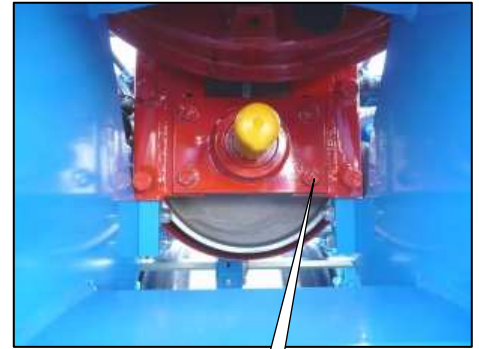

Fig. 3
Voor de minimale lengte (fig. 2) een waarde van 4 cm aan elk uiteinde respecteren (fig. 3).
3. desserrez les 4 vis de palier (fig. 3, C) sans les démonter